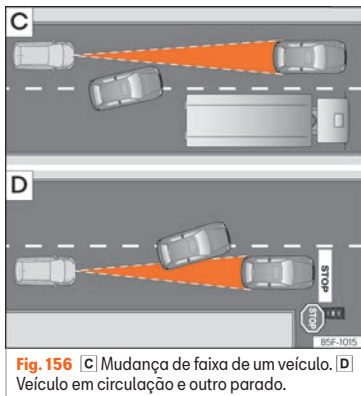

Fig. 156 [C] Mudança de faixa de um veículo. [D] Veículo em circulação e outro parado.
- Veículos que mudem para a faixa na qual circula a pouca distância do veículo » **Fig. 156 [C]**.
O ACC não reage perante veículos detidos. Se, por exemplo, um veículo detetado pelo ACC roda ou se afasta e em frente do mesmo se encontra um veículo parado, o ACC não reagirá face a este último »» Fig. 156 D.